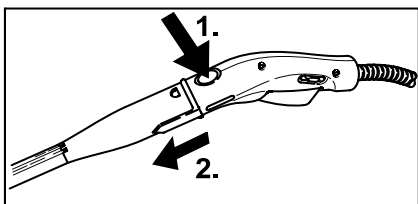

Ilustración 6
- ➔ Para desacoplar los accesorios, pulse la tecla de desbloqueo (C2 ó G2) y tire de las piezas (véase la fig. 6).